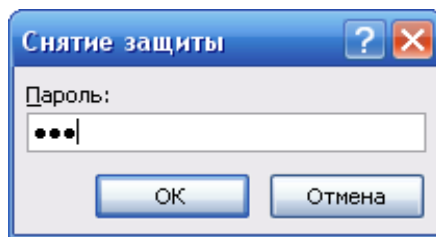

Рисунок 20. Окно СНЯТИЕ ЗАЩИТЫ на вкладке РАЗРАБОТЧИК в группе ЭЛЕМЕНТЫ УПРАВЛЕНИЯ нажмите кнопку РЕЖИМ КОНСТРУКТОРА;
- в окне СНЯТИЕ ЗАЩИТЫ введите пароль (см. рис. 20).